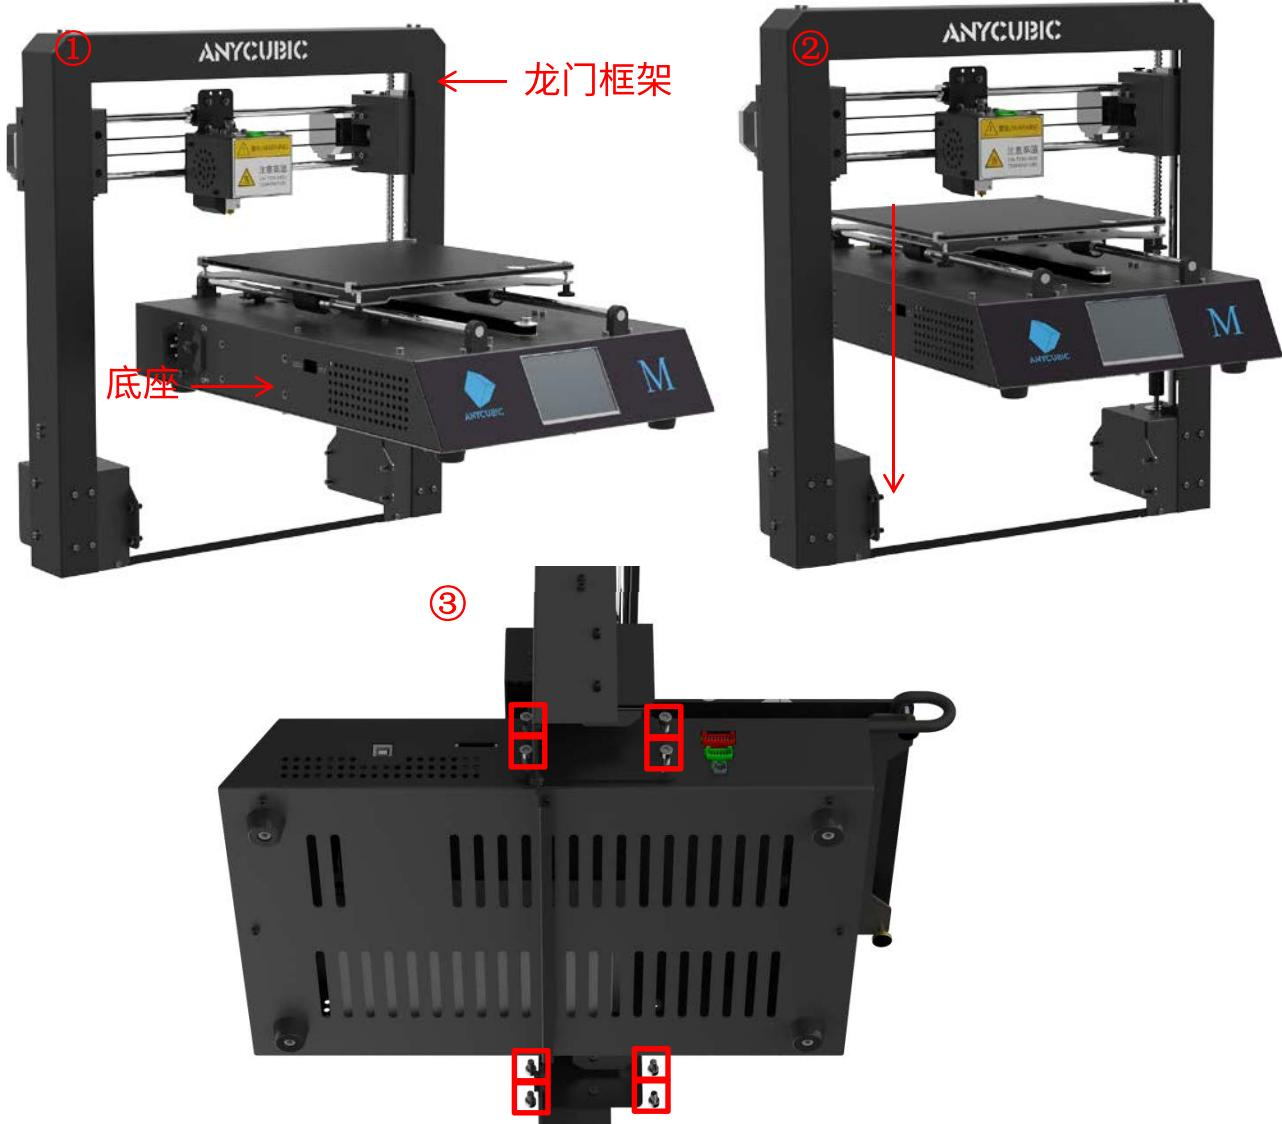

图1
第二步：如图1（①→②→③）所示，将底座安装至龙门框架内。用8颗M5\*8内六角螺丝将龙门框架固定在底座上（图③红框所示位置）。按对角线顺序安装螺丝，先勿拧紧，待8颗螺丝全部安装后再统一拧紧。（机器丝杆和光杆上涂有润滑脂，建议用户戴上橡胶手套进行操作）